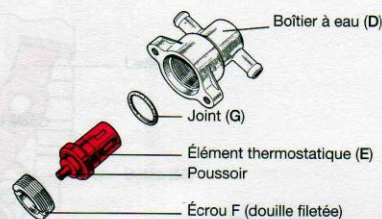

Figure 62.3. Élément à cire dilatable sur pompe VE (Doc. Renault)
- *Moteur chaud* : la dilatation de l'élément (E) entraîne le déplacement du poussoir (fig. 62.3). La coupelle comprime les ressorts (J) et ramène le levier de commande (50) sur sa plaque butée (55) (fig. 62.9). Le point d'injection et la vitesse de rotation au ralenti retrouvent leurs valeurs initiales.